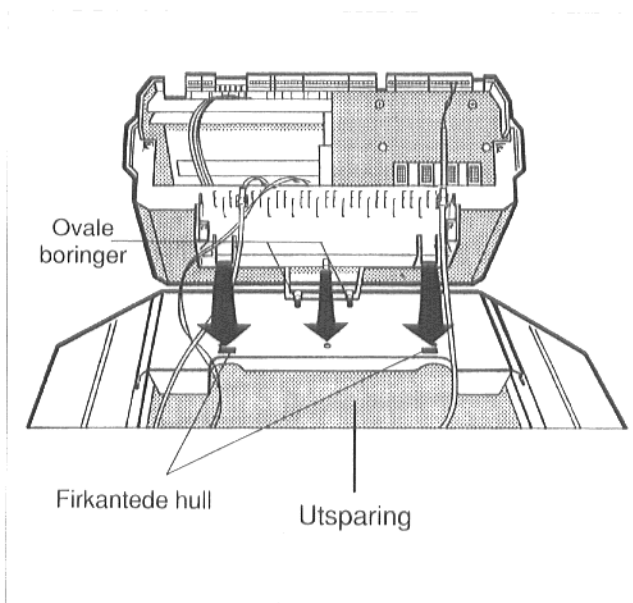

fig. 16
- Kontrollpanelet plasseres slik på fremre toppplate at innskyvningshakene på undersiden av kontrollpanelet føres inn foran i de ovale boringene (fig. 16).
Kapillarrørene til temperaturføleren og – ved "Eco-matic"-regulering – kjelevannstemperaturfølerledningen legges inn i utsparingen på fremre toppdeksel (fig. 16).
- Trekk kontrollpanelet fremover, hold lett mot ned fra på fremre toppdeksel med den ene hånden og trykk samtidig kontrollpanelet ned til de to elastiske hakene går i inngrep i de bakre firkantede hullene (fig. 16).